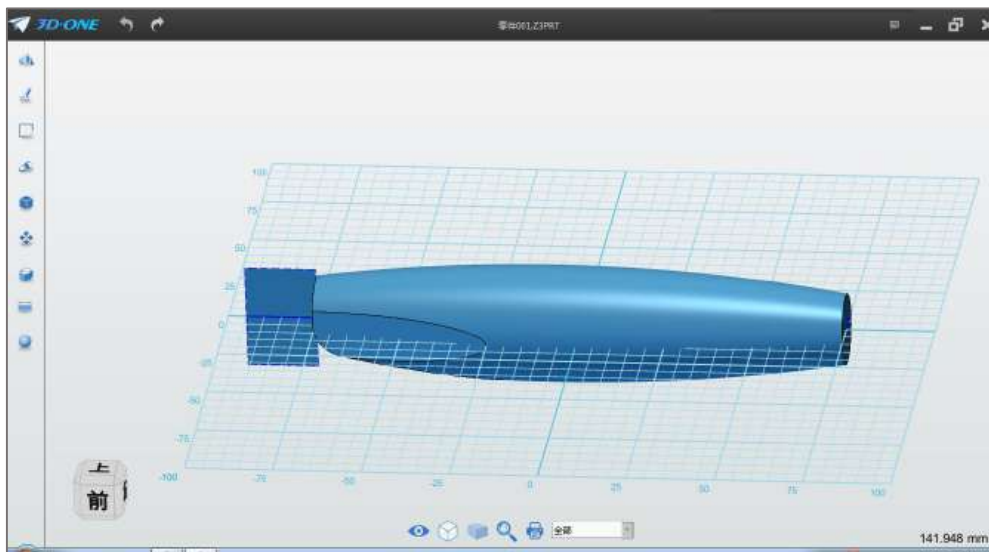

图 1-18
Step 18 点击确定, 隐藏草图, 完成机身绘制, 如下图 1-18 所示: